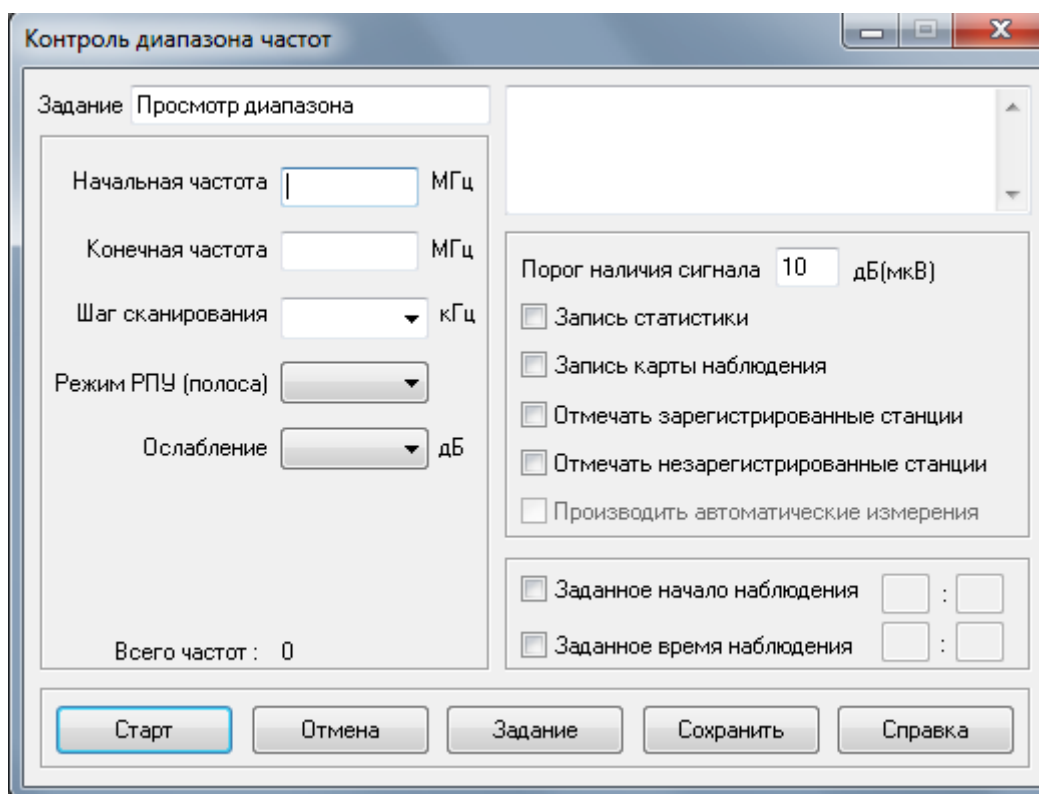
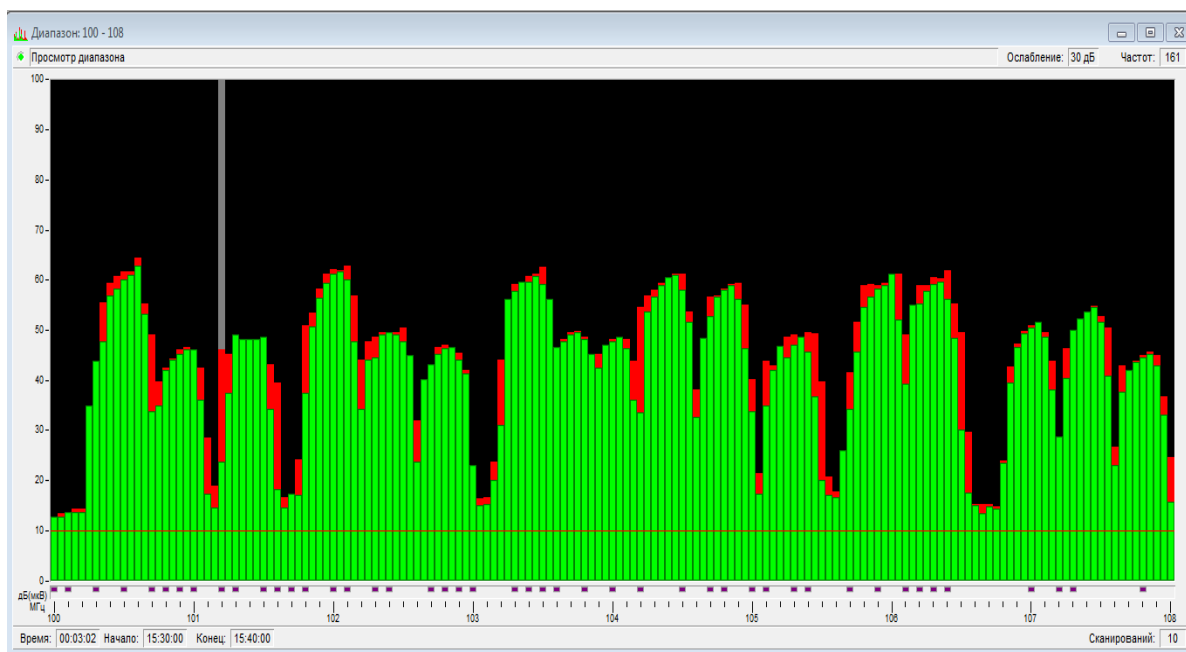

Рис.1. Окно ввода исходных данных для задачи «**Контроль диапазона частот**».
Рис.2. Окно выполнения задачи «Контроль диапазона частот».
После запуска задачи, на экране появляется окно ввода исходных данных для задачи «Контроль диапазона частот» (рис. 1).
После ввода исходных данных снять копию экрана и нажать кнопку **Старт**. В результате появится окно выполнения задачи (рис.2).
*Задание: Определите, при каких значениях исходных данных (см.рис.1) выполнялась задача, изображенная на рис.2.*